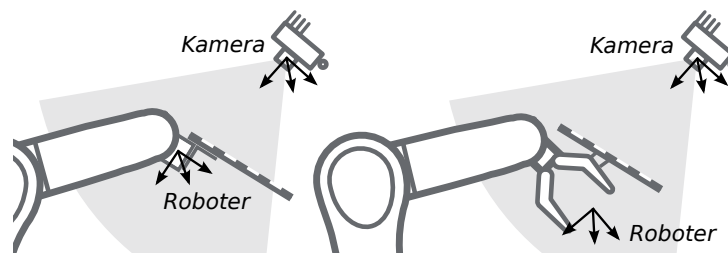

Abb. 6.22: Alternative Montageoptionen für die Befestigung des Kalibrieramusters am Roboter
Abb. 6.22 angegeben, angebracht werden.
**Bemerkung:** Für das Modul zur Hand-Auge-Kalibrierung spielt es keine Rolle, wie das Kalibriermuster in Bezug auf das benutzerdefinierte *Roboter*-Koordinatensystem genau angebracht und positioniert wird. Das bedeutet, dass die relative Positionierung des Kalibrierers zu diesem Koordinatensystem weder bekannt sein muss, noch für die Kalibrierroutine relevant ist (siehe in Abb. 6.22).